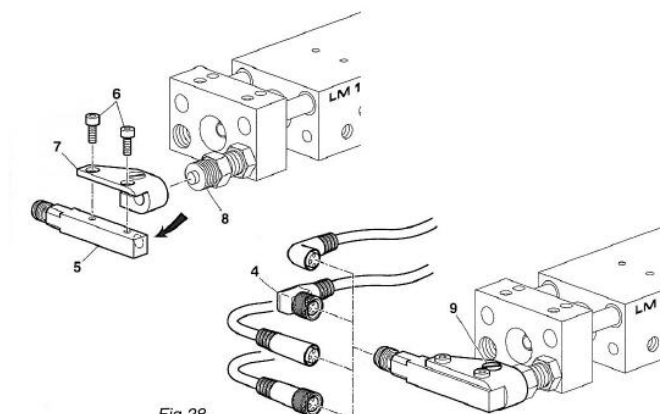

Fig. 13 Montage de l'initiateur 8x8 mm
1. Visser l'initiateur (Fig. 13, 5) avec les vis (6) sur le support de l'initiateur (Fig. 13, 7).
2. Insérer le support (7) avec l'initiateur jusqu'à la butée sur la vis de butée (8).
3. Desserrer la vis (Fig. 13, 9).
4. Montez le connecteur (Fig. 13, 4).